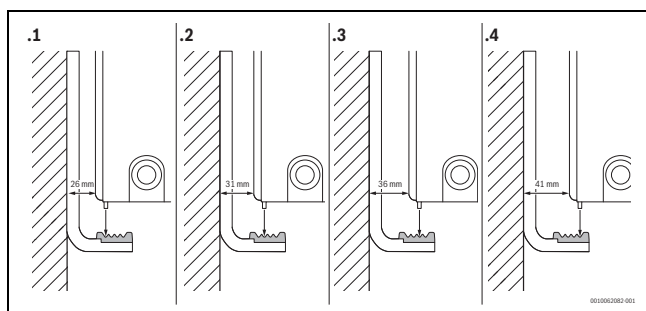

Fig. 176 Options de fixation du support mural pour les types 21, 22, 33 de radiateurs VC-, VCM-, A- et C-Profil/Plan
- ▶ Fixer le radiateur aux supports murales. Commencer par le bas (→ Fig. 176).
- ▶ Il n'est pas recommandé d'utiliser la quatrième encoche (→ fig. 176) en combinaison avec la classe d'exigences 3 – AK3 pour les radiateurs mentionnés.